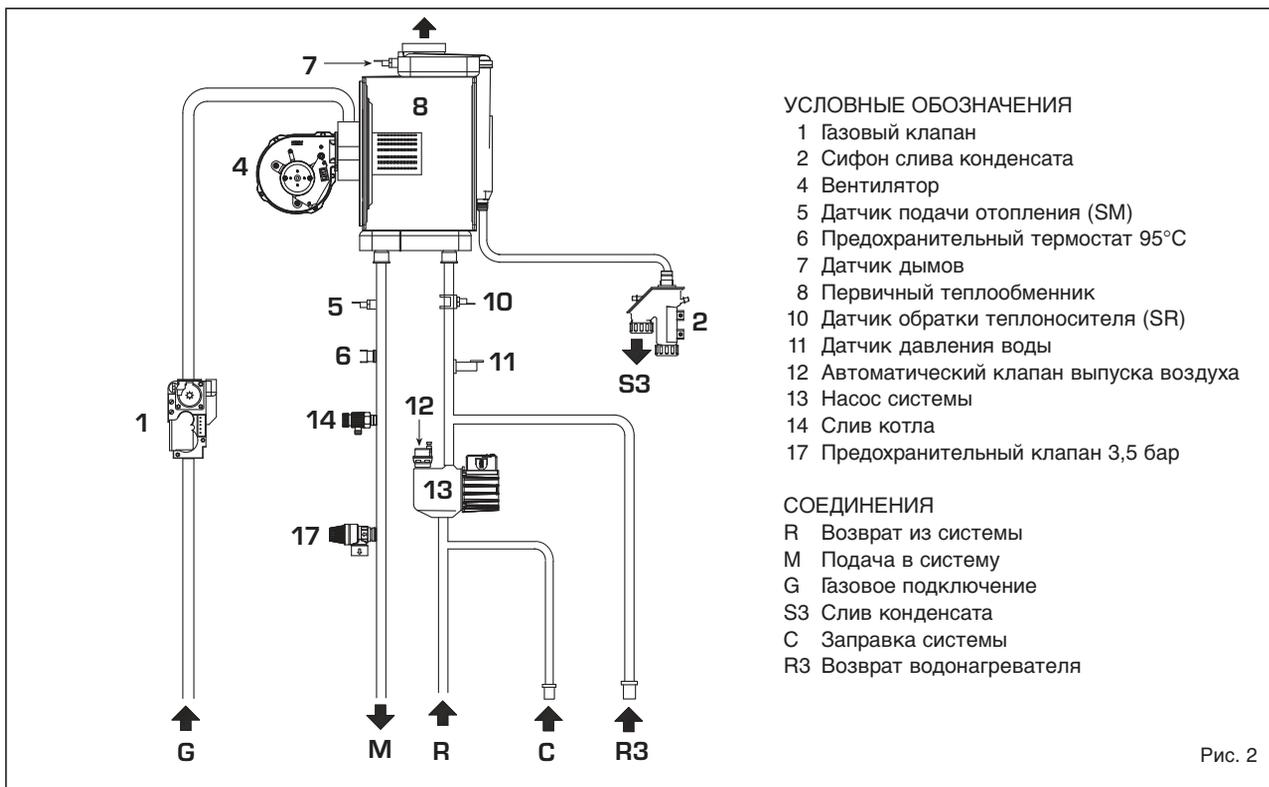

Рис. 2
1.4 ФУНКЦИОНАЛЬНАЯ СХЕМА (рис. 2)